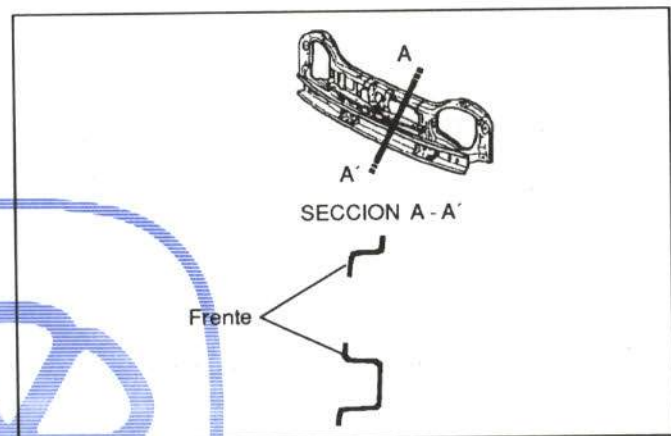

Figura 12.- Accesibilidad del frente delantero
En la figura 12 se muestra su sección.
- Paragolpes delantero (figura 12)